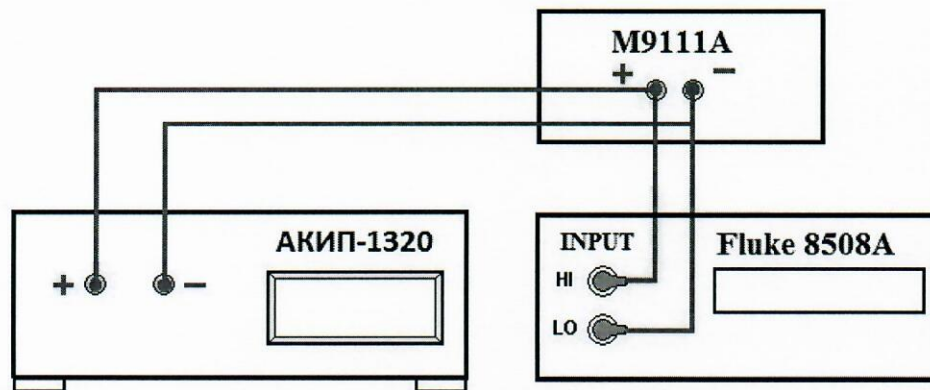

Рисунок 9 – Структурная схема соединения приборов для определения нестабильности напряжения на выходе при изменении тока в нагрузке от $I_{\text{макс}}$ до 0
- разъемы поверяемого источника питания соединить при помощи измерительных проводов с соответствующими разъемами нагрузки электронной АКИП-1320 и мультиметра 8508А (см. рисунок 9);